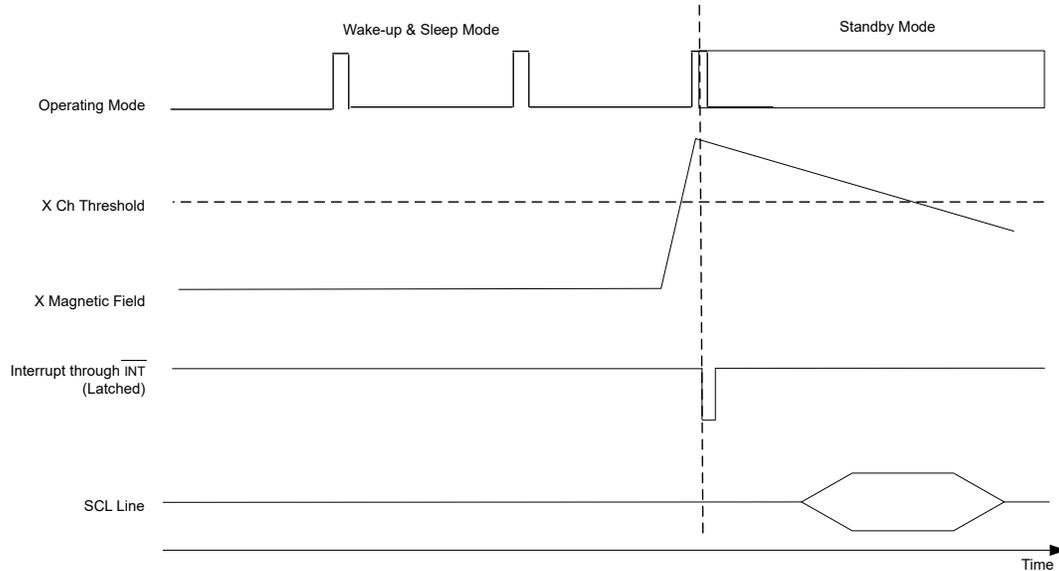

图 8-11. 使用备用电池以唤醒和睡眠模式运行
- 如果发生阈值检测， $\overline{\text{INT}}$  信号将置为低电平以唤醒微控制器。当  $\overline{\text{INT}}$  变为低电平时，使用一个读取命令执行 16 位 T、X、Y、Z 寄存器读取（请参阅图 8-11）。